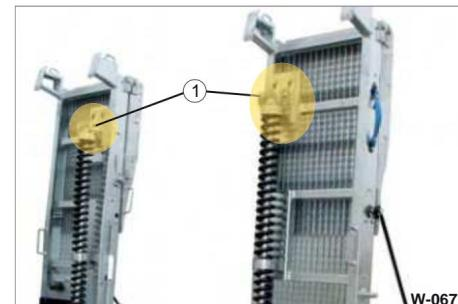

Fig. 17 Punto di appoggio superiore delle rampe di accesso, meccanismo di sollevamento a molla
- ÿ Ingrassare il bullone (Fig. 17/1) con grasso per macchine.